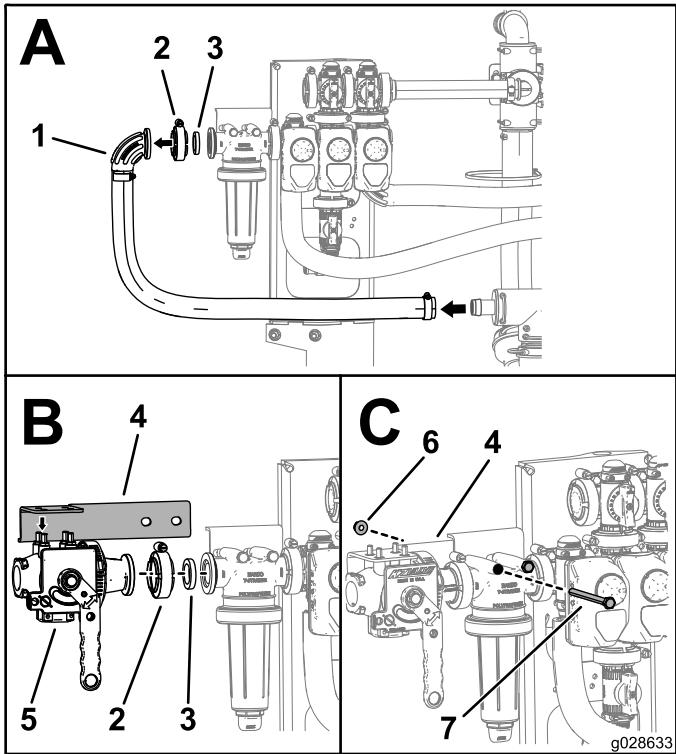

Figure 19
1. Retirez le raccord coudé, le collier à bride, le joint, et le flexible d'entrée de la tête du filtre sous pression (encadré A de la Figure 19).
2. Placez le support au sommet de la vanne de mélange comme montré dans l'encadré B de la Figure 19.
3. Montez la vanne de mélange avec le joint et le collier à bride retirés à l'opération 1 ; voir l'encadré B de la Figure 19.
4. Fixez le support au bloc de vannes de rampe au moyen des boulons et écrous actuellement montés sur le filtre sous pression ; voir l'encadré C de la Figure 19.